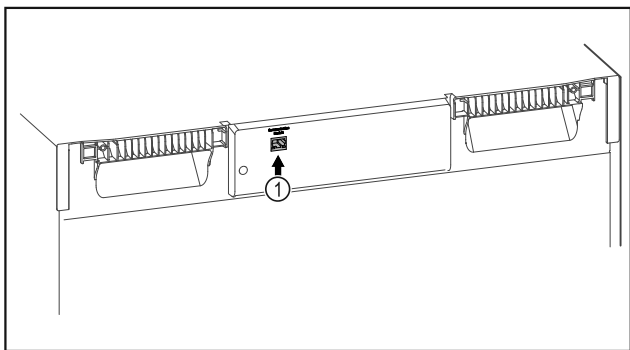

Fig. 96
- SmartModule *Fig. 96 (1)* ist eingesetzt.